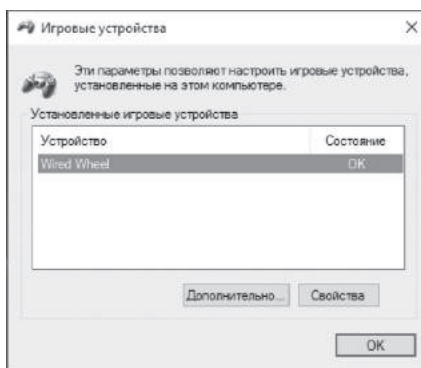

Рис. 6
- При двойном клике по иконке «LS-USBMX 1 2 3 Steering...» появится окно «Игровые устройства» (см. Рис. 6). В режиме «Direct Input» руль определяется как «Wired Wheel» (Для переключения между режимами «Direct Input» и «XInput» необходимо нажать кнопку «Home»).